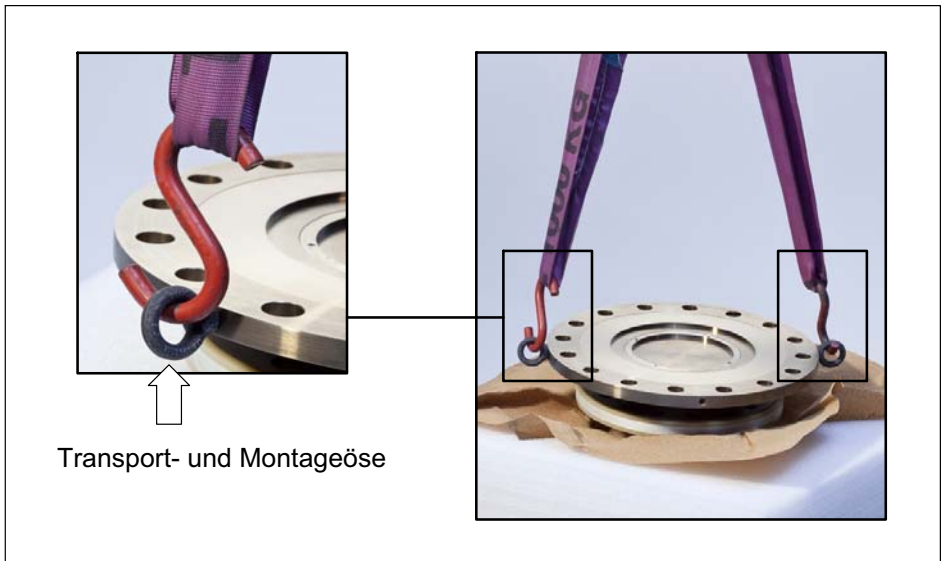

Abb. 5.1 Transport- und Montageösen am Rotor
Am Rotor sind als Transport- und Montagehilfe zwei Ösen eingeschraubt. Haken Sie in diese Ösen das Hebegeschirr ein, nur so ist gewährleistet, dass der Rotor waagrecht aus der Verpackung gehoben wird (siehe Abb. 5.1).
1. Heben Sie den Rotor aus der Verpackung, drehen Sie ihn horizontal um 180° , so dass Flansch B nach oben zeigt (siehe Abb. 5.1).
6. Heben Sie den Rotor vorsichtig an und verfahren Sie ihn an die Montagestelle (siehe Abb. 5.1).